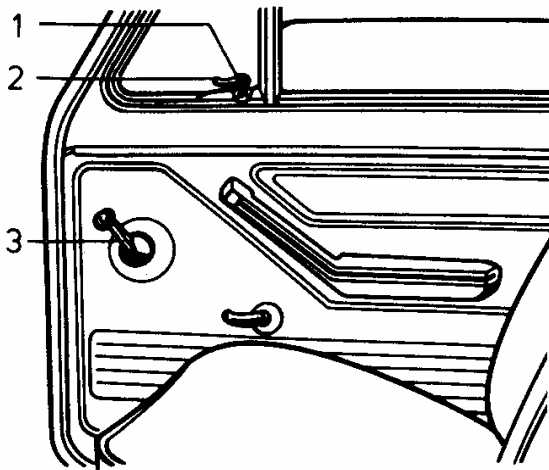

Fig. 8. Cristales giratorio y levantara de la puerta delantera: 1 - botón; 2- manija; 3- manija del cristal levantara
- estando abiertos los cristales giratorios, para lo cual presione el botón 1 (Fig. 8) y gire la manija 2;